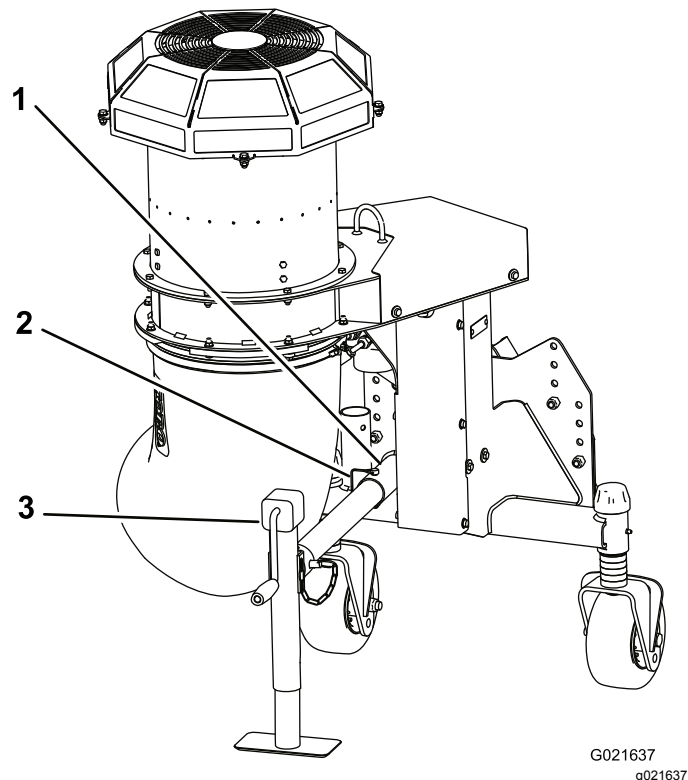

Figura 8
10. Insira o tubo do macaco no tubo da estrutura, alinhe os furos e prenda no sítio com o pino de encaixe (Figura 8).